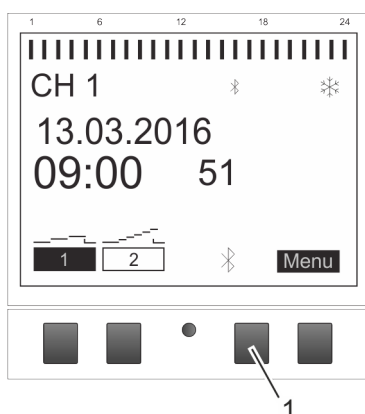

Fig. 7: Stabilire una connessione Bluetooth all'interruttore orario
1. Premere il tasto Bluetooth (Fig. 7/1) sull'interruttore orario.